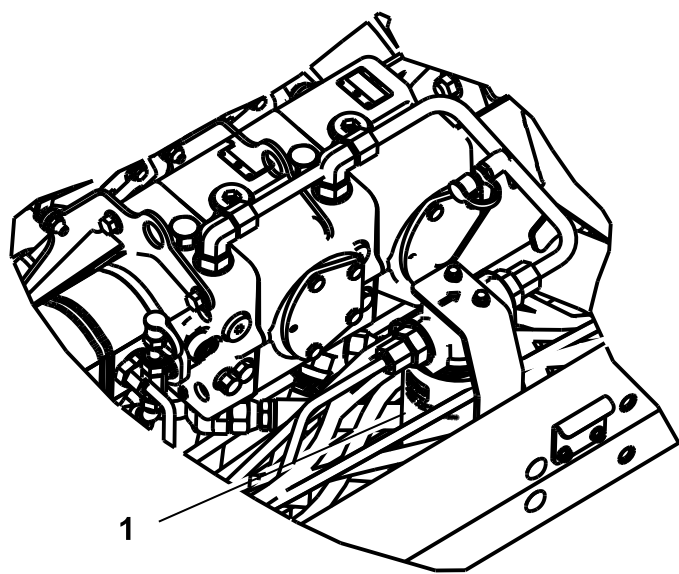

Figura 74
2. Limpe zona à volta da área de montagem do filtro e coloque um recipiente de drenagem por baixo do filtro (Figura 74).